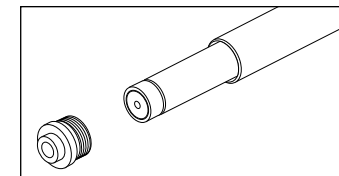

Fig. 4
2. Appliquez une petite quantité de liquide de verrouillage des filets sur le filetage inférieur du bouchon. Installez le bouchon inférieur fileté (Fig. 4) à l'aide d'une clé de 14 mm. Serrez à un couple de 3,4 à 4,5 Nm.